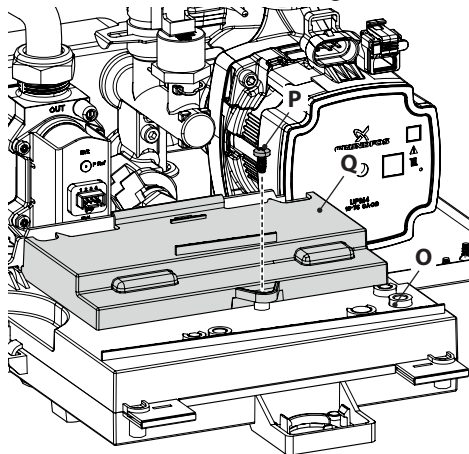

Figura 5.26
in Figura 5.26.
- Svitare la vite **P** e sollevare il coperchio **Q** per accedere alle morsettiere alimentazione elettrica, remoto e sonda esterna (Figura 5.26).